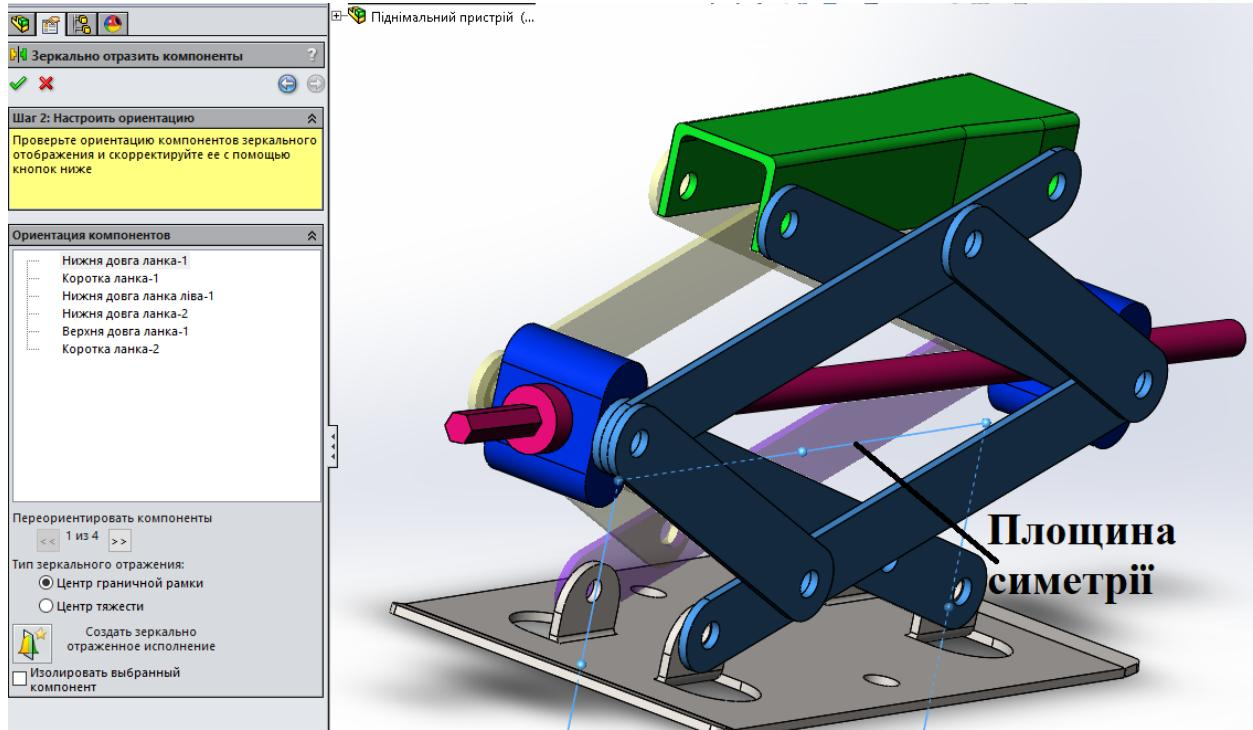

Рис.3. Виконання дзеркального відображення частини збірки.
3. Так як збірка симетрична, то можна використати дану ознаку для пришвидшення складання збірки. Обрати **Сборка→Линейный массив компонентов→Зеркальное отражение компонентов**, у полі **Зеркально отразить компоненты** обрати компоненти з графічної області, як це показано на рис. 3. Як площину для симетрії використати базову площину збірки **Спереди**.